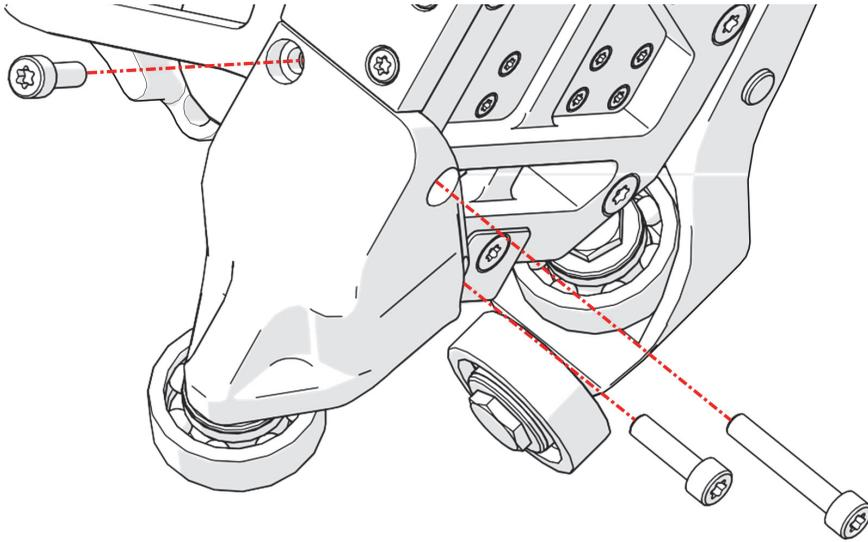

图2-27 拆下轴承组装件上的螺钉
6. 使用T-25 Torx螺丝刀，拆下左侧轮子和轴承组装件上的三个螺钉（参见第102页的图2-27）。